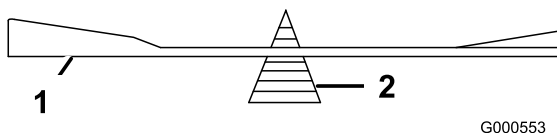

Figure 98
2. Vérifiez l'équilibre de la lame en la plaçant sur un équilibreur (Figure 98).